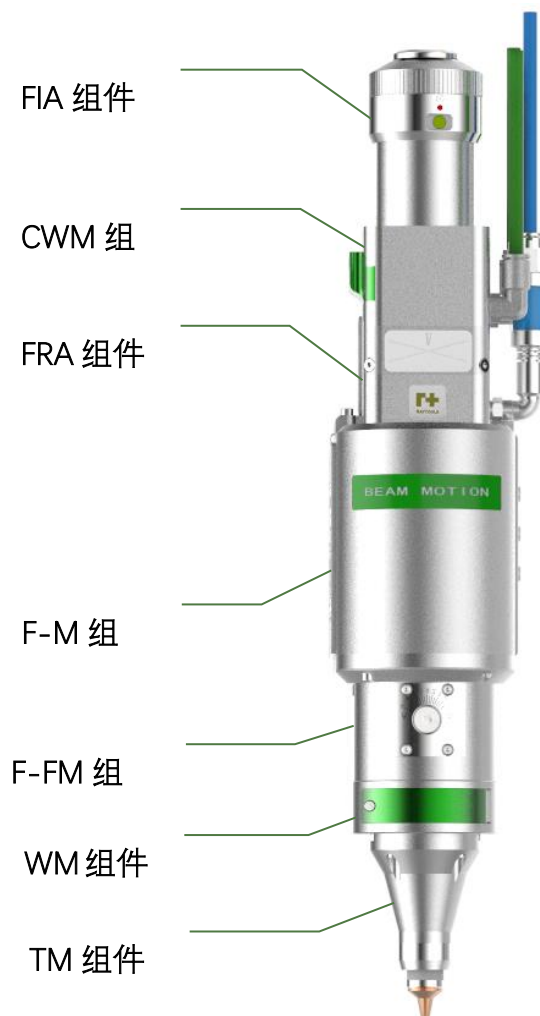

图 1 激光头示意图
如图 1 所示，激光头由：①光纤接口组件（FIA 组件）、②准直保护镜模块组件（CWM 组件）、③准直模块组件（FRA 组件）、④随动模块组件（F-M 组件）、⑤随动聚焦镜模块组件（F-FM 组件）、⑥聚焦保护镜模块组件（WM 组件）、和⑦喷嘴模块组件（TM 组件）七个基本单元组成。
(1) FIA 组件： 导入光纤，可兼容 QBH、QD；
(2) CWM 组件： 防止灰尘直接落到准直镜片上使准直镜片损毁；
(3) FRA 组件： 完成光纤准直功能，将入射的激光准直成平行光束；
(4) F-M 组件： 内置电机驱动单元，通过线性机构驱动聚焦随动模块自动调整竖直方向的
常用的光纤接口包括 QBH、QD 其他光纤接口也可以适配。每一款激光接口都有其独特固定光纤的方法。请参考相应的光纤接口使用介绍。图 1 所示就是 QBH 接头安装接口。